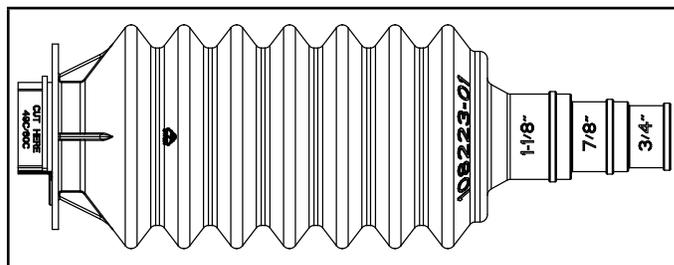

FIGURA 3. Manguito de acople para conjunto de línea
- 2 - Determine el tamaño de la línea de succión del refrigerante. Para líneas de succión de 7/8" o 1 1/8", corte el extremo más pequeño del manguito de acople más grande para contener la tubería de refrigerante (consulte la figura 3).
NOTA: Para los tamaños 49C y 60C, corte la sección marcada en el manguito de acople (consulte la figura 3)